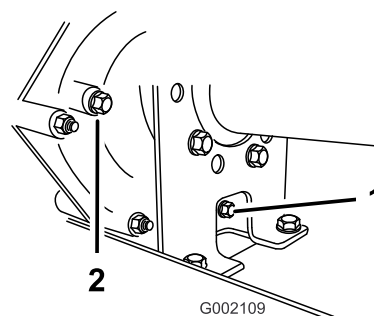
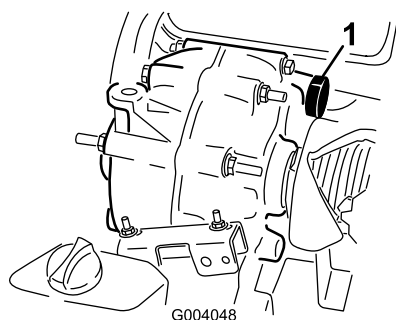

Figura 50
Figura 51
2. Limpie la zona alrededor de los tapones de vaciado y llenado con un trapo (Figura 50).
4. Retire el indicador girándolo en sentido antihorario (Figura 50).
5. Retire el indicador girándolo en sentido antihorario (Figura 50).
6. Instale y apriete el tapón de vaciado y la junta en el orificio de llenado de la transmisión (Figura 50).
7. Llene el depósito (Figura 51) a través del orificio de llenado con aproximadamente 1,4 L del fluido especificado, o hasta que el nivel de fluido de la transmisión esté enrasado con el borde inferior de la rosca. (Figura 50).
8. Instale y apriete el tapón y la junta en el orificio de llenado de la transmisión (Figura 50).
10. Compruebe el nivel de fluido y añada más si el nivel de fluido está por debajo de las roscas del orificio de llenado (Figura 50).